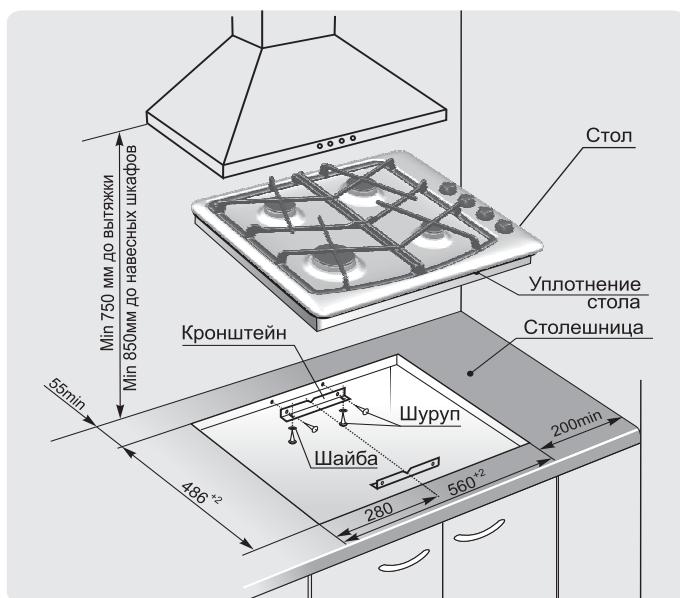

Рис.2 МОДЕЛЬ CH2121
1. Точно разметить на столешнице контур проема под встраиваемый стол в соответствии с рис.2, 3, 4.